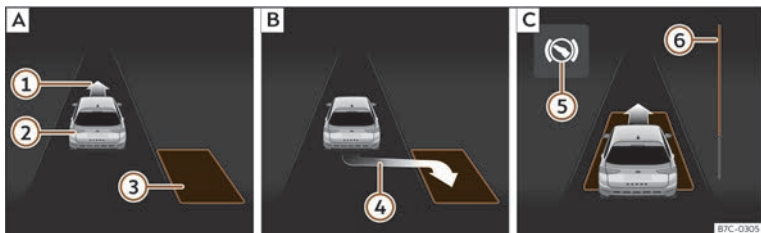
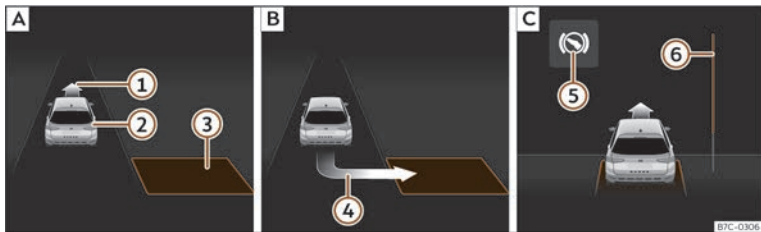

Fig. 134 En la pantalla del del cuadro de instrumentos: aparcar en línea. **A**: Buscar un hueco de aparcamiento. **B**: Posición para aparcar. **C**: Maniobrar.
Fig. 135 En la pantalla del del cuadro de instrumentos: aparcar en batería. **A**: Buscar un hueco de aparcamiento. **B**: Posición para aparcar. **C**: Maniobrar.
posición correcta para aparcar >>> **fig. 134 B** o >>> **fig. 135 B**. El hueco habrá sido considerado “apropiado” si en la pantalla del cuadro de instrumentos aparece la indicación de aparcar ④.
• Retroceda hasta que suene la señal continua del ParkPilot; **O BIEN:** retroceda hasta que en la pantalla del cuadro de instrumentos aparezca la indicación de dar marcha adelante >>> **fig. 134** **C** o >>> **fig. 135** **C**; **O BIEN:** retroceda hasta que en la pantalla del cuadro de instrumentos aparezca el mensaje **Park Assist finalizado**. La barra de progreso **⑥** indica la distancia que hay que recorrer.
• Dé marcha adelante hasta que suene la señal continua del ParkPilot; **O BIEN:** dé marcha adelante hasta que en la pantalla del cuadro de instrumentos aparezca la indicación de dar marcha atrás. El sistema de aparcamiento asistido dirige el vehículo marcha adelante y marcha atrás hasta centrarlo en el hueco >>> **fig. 134** **C** o >>> **fig. 135** **C**.
La barra de progreso >>> **fig. 134** **⑥** y >>> **fig. 135** **⑥** muestra simbólicamente en la pantalla del cuadro de instrumentos la distancia relativa que aún queda por recorrer. Cuanto mayor es la distancia, más llena está la barra de progreso. Al circular marcha adelante, el contenido de la barra de progreso disminuye hacia arriba, y al circular marcha atrás, disminuye hacia abajo.